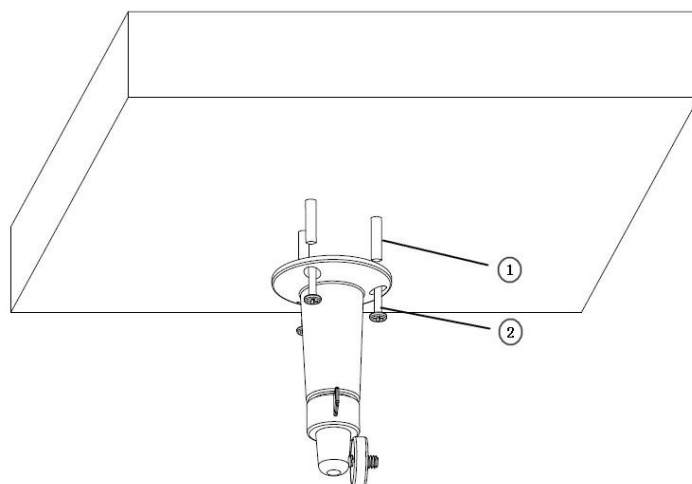

图3.4.1
注意：如果是水泥墙面，先需安装膨胀螺钉(膨胀螺钉的安装孔位需要和支架一致)，然后安装支架，如图 3.4.1 中①所示。如果是木质墙面，可以将安装步骤中①所示部分省略，使用自攻螺钉直接安装支架。支架安装墙面，需要至少能够承受 3 倍于支架和摄像机总重。